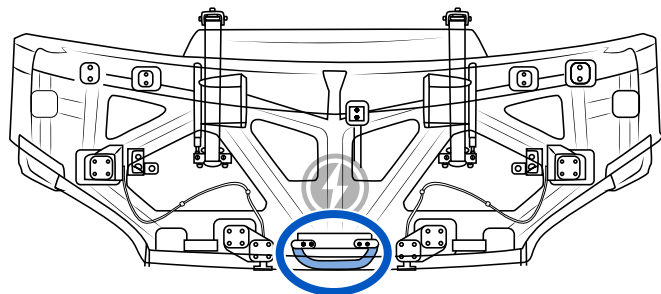
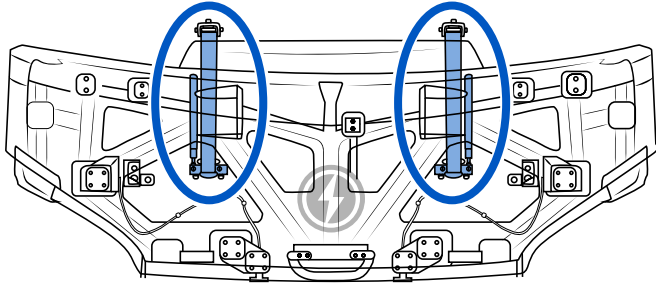

Figure 15 - Emplacement de la poignée sous le capot
Figure 16 - Emplacement du mécanisme de sécurité du capot
3. Soulevez légèrement le capot pour repérer la poignée située au centre, en bordure du capot (**Figure 15**).
5. Pour verrouiller le capot en position ouverte, poussez sur les deux bras mécanisme de sécurité (**Figure 16**).
1. Utilisez la poignée située au centre (**Figure 15**), en bordure du capot, pour pousser légèrement le capot vers le haut et tirez sur les deux bras du mécanisme de sécurité (**Figure 16**) pour les déverrouiller.